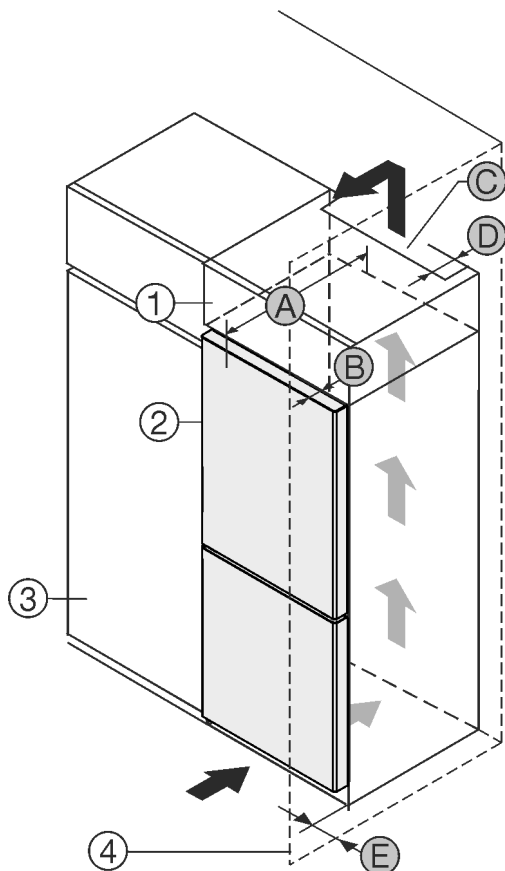

Fig. 1
- (1) Opbouwkast
- (2) Apparaat
- (3) Keukenkast
- (4) Wand
- (A) Diepte apparaat
- (B) Diepte deur
- (C) Ventilatie doorsnede
- (D) Afstand achterzijde apparaat
- (E) Afstand tot apparaatzijde
Apparaat direct naast de keukenkast Fig. 1 (3) opstellen.*
Aan de achterzijde van de opzetkast moet een luchtafvoerkanal met de diepte Fig. 1 (D) over de volledige breedte van de opzetkast aanwezig zijn.
Onder het plafond moet de ventilatie doorsnede Fig. 1 (C) worden aangehouden.
Wanneer het apparaat met de scharnieren naast een wand Fig. 1 (4) wordt geplaatst, moet de afstand tussen het apparaat en de wand minimaal 40mm bedragen. Dit komt overeen met de uitsteekmaat van de handgreep bij geopende deur.
Om de deuren volledig te kunnen openen, moet het apparaat overeenkomstig de diepte deur Fig. 1 (B) t.o.v. het keukenkastfront uitsteken. Afhankelijk van de diepte van de keukenkasten Fig. 1 (3) en het gebruik van de wandafstandshouders kan het apparaat verder uitsteken.*
Om de deuren volledig te kunnen openen, moet het apparaat overeenkomstig de diepte deur (B) t.o.v. het keukenkastfront uitsteken. Afhankelijk van de diepte van de keukenkasten Fig. 1 (3) en het gebruik van de wandafstandshouders kan het apparaat verder uitsteken.*